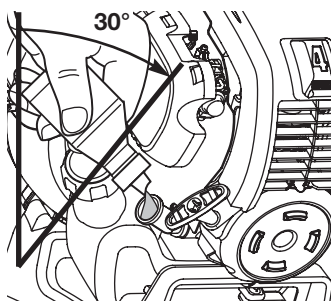

Fig. 11
3. Inclinez l'appareil vers le haut 30° (Fig. 11).
4. Versez tout le contenu de la bouteille d'huile dans le carter-moteur (Fig. 11).